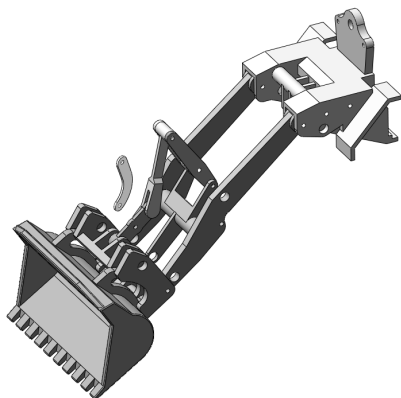

图 13-103 插入连杆 2
12) 插入连杆 2。选择菜单栏中的“插入”→“零部件”→“现有零件/装配体”命令，或单击“装配体”控制面板中的（插入零部件）按钮，弹出“插入零部件”属性管理器，单击“浏览”按钮，在弹出的“打开”对话框中选择“连杆 2”，将其插入到装配界面中，如图 13-103 所示。